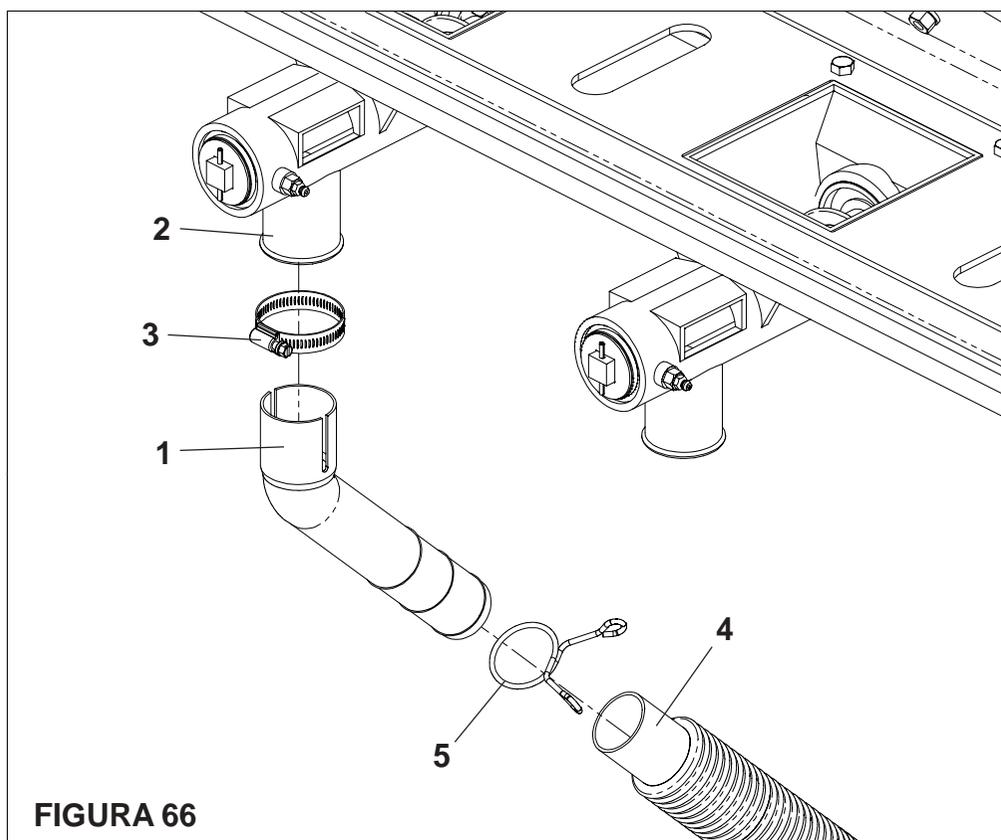

FIGURA 66
- Para conduzir o fertilizante do distribuidor até o solo, encaixe as bicas em grau (1) nas saídas do distribuidor (2) através das presilhas (3). Em seguida, coloque os mangotes (4) nas bicas em grau (1) através da mola trava (5), conforme mostra a figura 66.